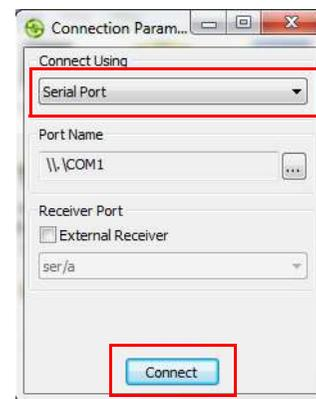

Рис. 7: Окно **Параметры подключения**
- c. В окне **Параметры подключения** (Рис. 7) выберите **Последовательный порт** и название порта, и затем нажмите **Подключиться**.